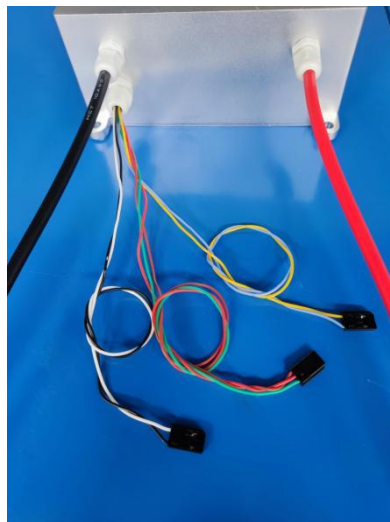

图 1 电调线色定义
1.1 电源线：上图 1 中粗红 10AWG 硅胶线为电源正极输入，粗黑 10AWG 硅胶线为电源负极输入；
1.2 油门信号线：上图 1 中黑色 3P 斜口杜邦头中细 2 色（黑、白）为油门信号线，黑色线为信号地线，白色线为 PWM 信号输入线，默认油门范围在 1150 ~ 1950us；
1.3 串口通信线：上图 1 中黑色 3P 斜口杜邦头中细 3 色（棕、红、绿）为串口通信线，棕色线为信号地线，红色线为电调信号（TTL 电平）接收线（RX），绿色线为电调信号（TTL 电平）输出线（TX），输出信息内容有通信协议版本、输入电压、输入电流、输入油门、芯片温度、外部电阻、通信计数、输出频率、输出电流、输出油门、模块温度、电调状态；
1.4 CAN 通信线：上图 1 中黑色 3P 斜口杜邦头中细 2 色（黄、蓝）为 CAN 通信线，黄色线为 CAN-H，蓝色线为 CAN-L。